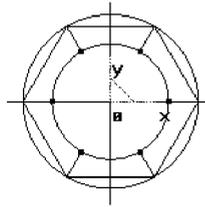

图 2-1-12 绘制连接线段
⑧ 单击曲线生成栏中的“直线”图标，在立即菜单中选择【两点线】、【单个】、【非正交】，依次拾取六边形的对角点和圆的 6 个等分点，绘制如图 2-1-12 所示的 6 条等分连接线。